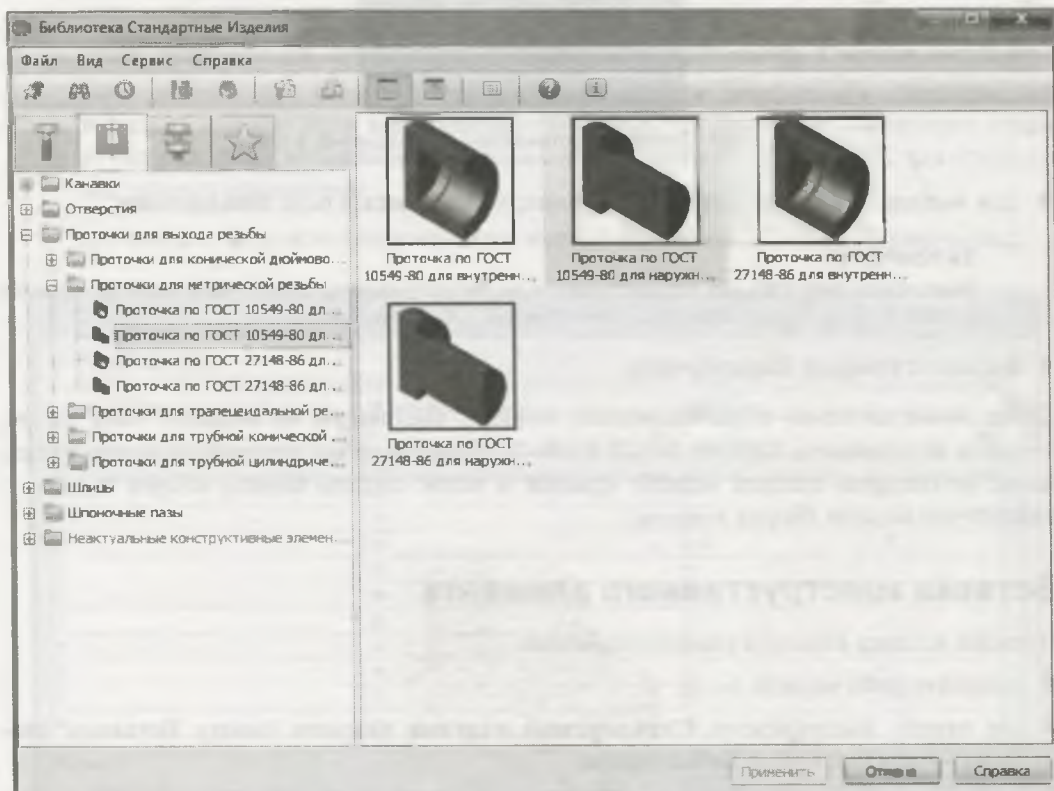

Рис. 30.28. Окно Библиотеки в режиме выбора проточки
- ◆ на этой вкладке щелкните ЛК мыши по разделам **Проточки для выхода резьбы** ► **Проточки для выхода метрической резьбы** (рис. 30.28);